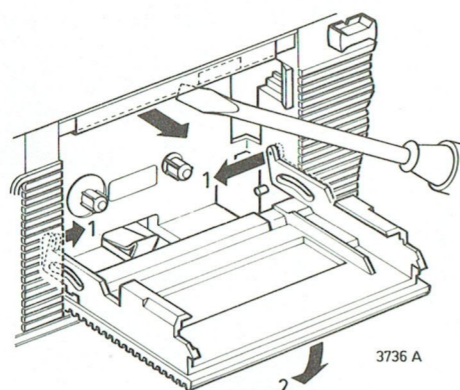

Fig. 5
- Justiere mit der Schraube die an der Vorderseite im Cassettenraum, zugänglich ist, auf maximale Ausgangsspannung (fig. 5).
- Collegare un voltmetro elettronico al punto ①.
- Regolare la tensione di uscita massima per mezzo della vite sul davanti del mobile, la quale è accessibile nel fondo del vano cassetta (fig. 5).